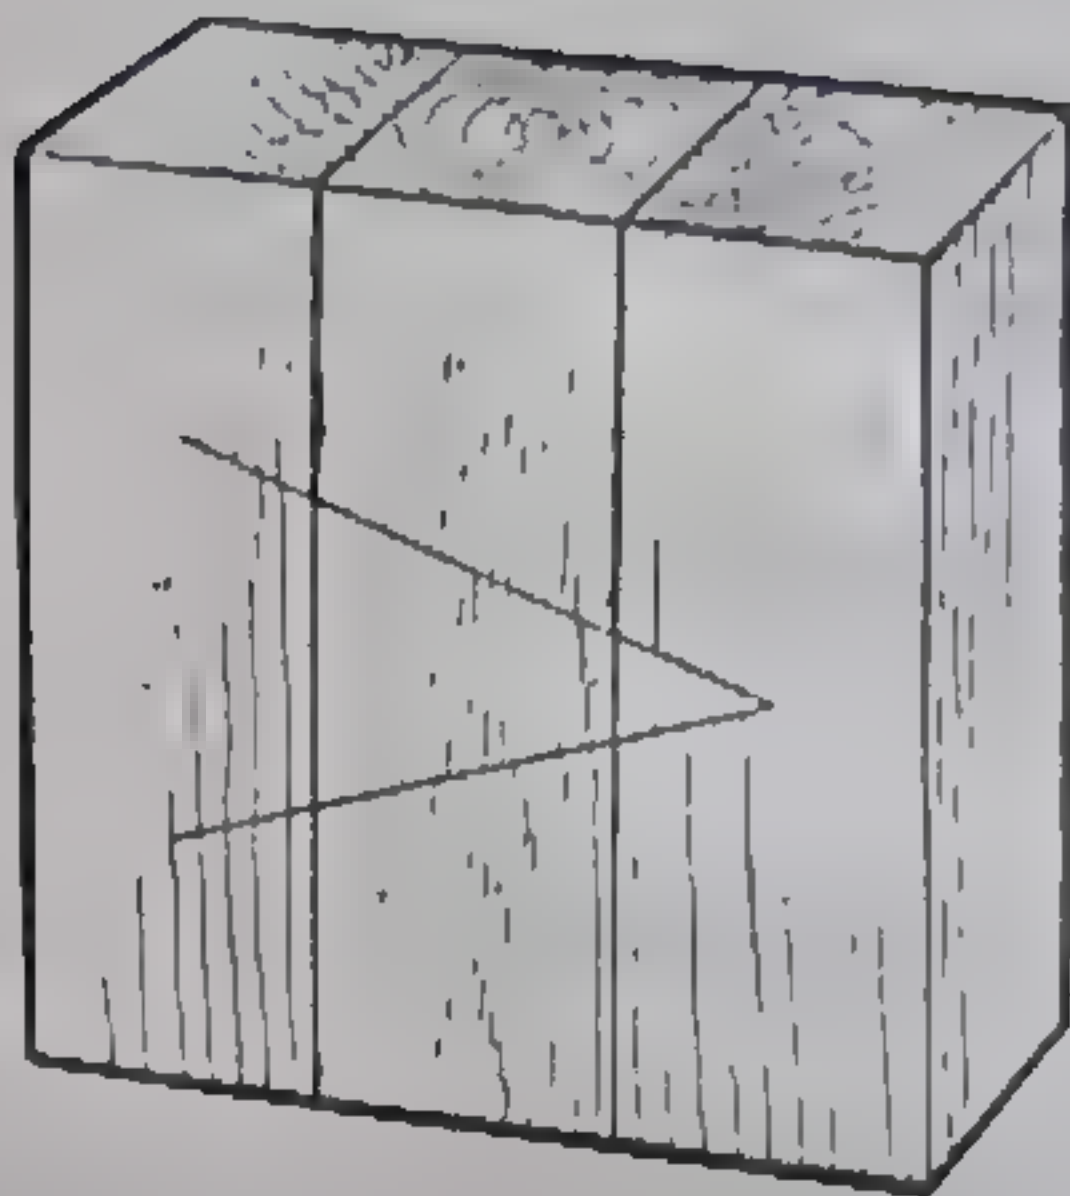

Рис. 75. Разметка деталей перед соединением на круглых шипах.
2. Перед разметкой отверстий детали необходимо пометить для их последующего правильного соединения (рис. 75).